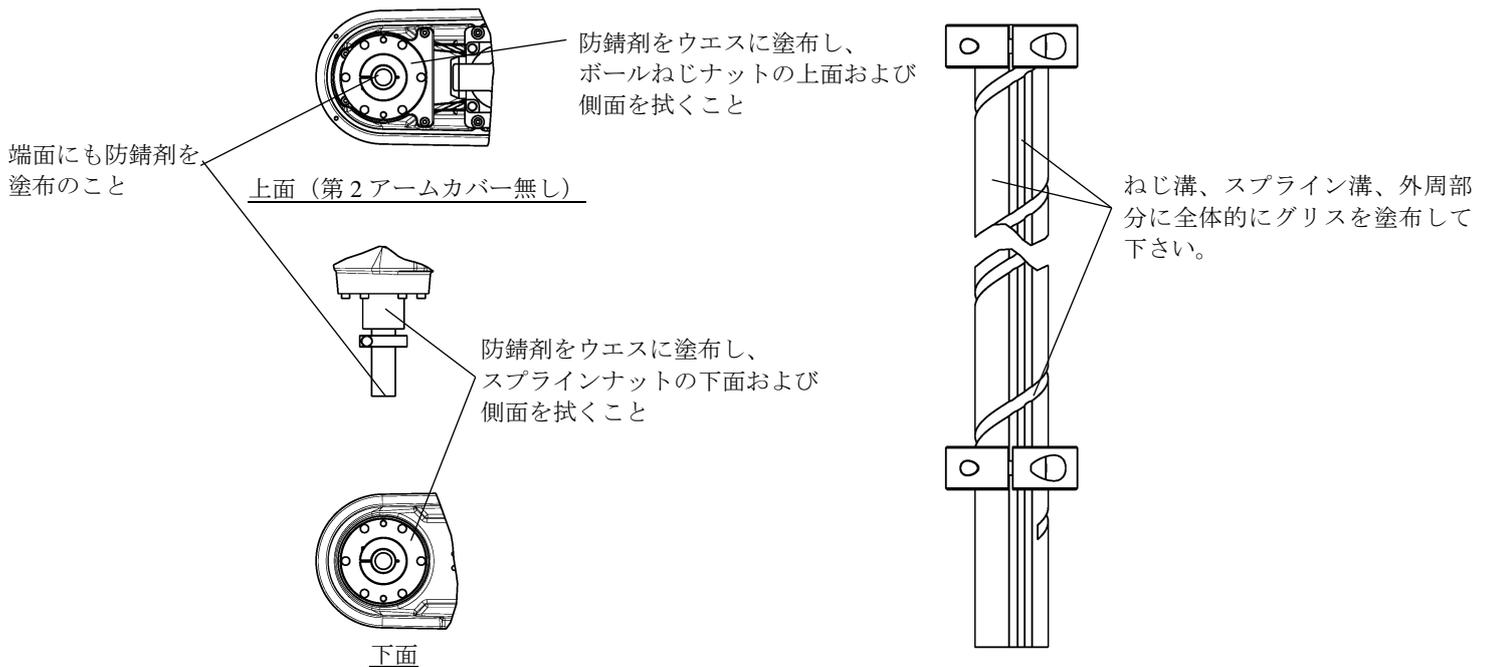

図 3.35 ボールねじスプラインユニットの防錆剤およびグリス塗布部分 (KHL-500、KHL-600、KHL-700)
- 5) シャフトが出ている部分に、ハケなどでグリスを塗布します。シャフトの溝が埋まる程度に塗布してください。グリス塗布部分については図3.35を参照下さい。
- 7) シャフトがボールねじナットから上側に出ている部分に、ハケなどでグリスを塗布します。シャフトの溝が埋まる程度に塗布してください。グリス塗布部分については図3.35を参照下さい。